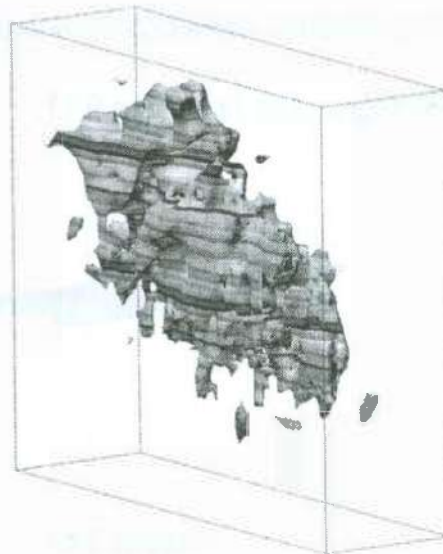

Imagen 9.9
- Siguiendo estos parámetros, crearemos un *Shell* que contenga una ley mayor a 1 g/t de oro, con separación de niveles a cada 5 metros (imagen 9.9)